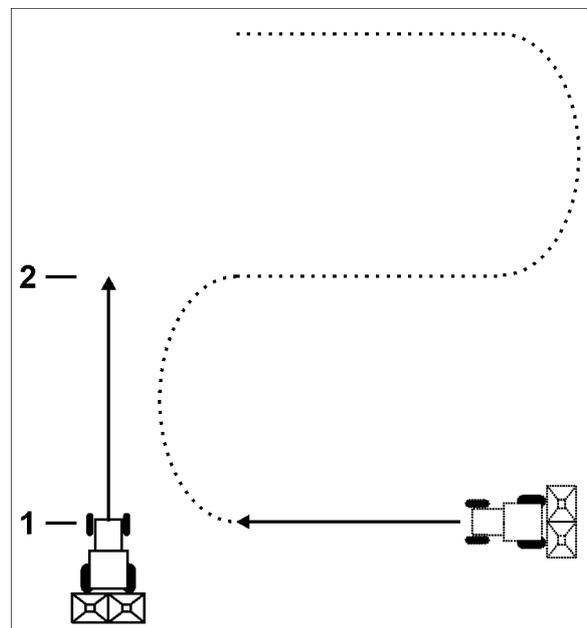

Figura 7
1. Portarsi a fine campo, perpendicolarmente alla direzione di lavoro, e all'altezza della traccia del trattore (Figura 7/1) premere il
2. Se il display visualizza come percorso il valore della larghezza di lavoro (Figura 7/2), iniziare dalla pista successiva.